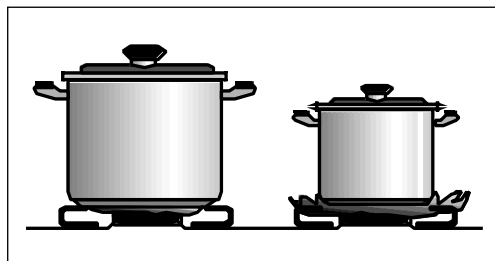

fig. 21
- Os queimadores rápidos não devem ser utilizados para recipientes de pouco diâmetro pois parte da chama difundir-se-à fora do recipiente e dessa forma o rendimento será muito menor. (Ver fig. 21)